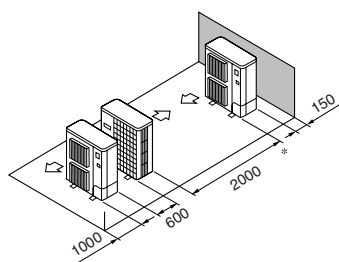

Fig. 2-12
- ⑤ Einzelanlagen in paralleler Anordnung (Fig. 2-12)